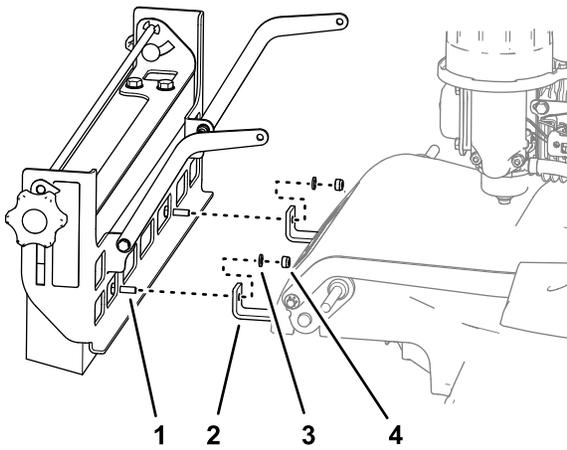

Bild 11
3. Richten Sie die Kopfschrauben, die Sie in Schritten 1 und 2 montiert haben, durch die Löcher in den unteren Bürstenhalterungen aus, wie in Bild 11 dargestellt.
4. Montieren Sie die Bürstenbefestigung und die Kopfschrauben mit 2 Unterlegscheiben (6 mm) und 2 Sicherungsmuttern (6 mm) an den unteren Bürstenhalterungen (Bild 11).